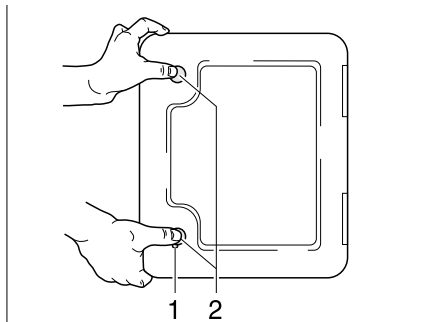

Bild 36 Klappe für Toiletten-Kassette
- Schlüssel in Schließzylinder des Druckschlusses (Bild 36,1) stecken und eine viertel Umdrehung drehen.
- Beide Druckschlösser (Bild 36,2) gleichzeitig mit dem Daumen drücken und Klappe für Toiletten-Kassette öffnen.
- Schlüssel in Schließzylinder (Bild 36,1) stecken und eine viertel Umdrehung drehen.